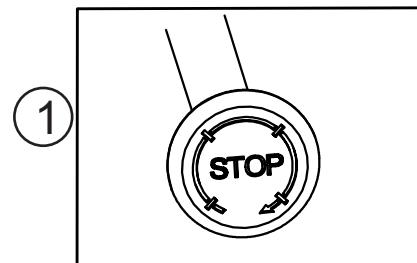

Fig.3-9A -Sajla za isključivanje motora
- ① Sajla za isključivanje motora (Fig. 3-9a)